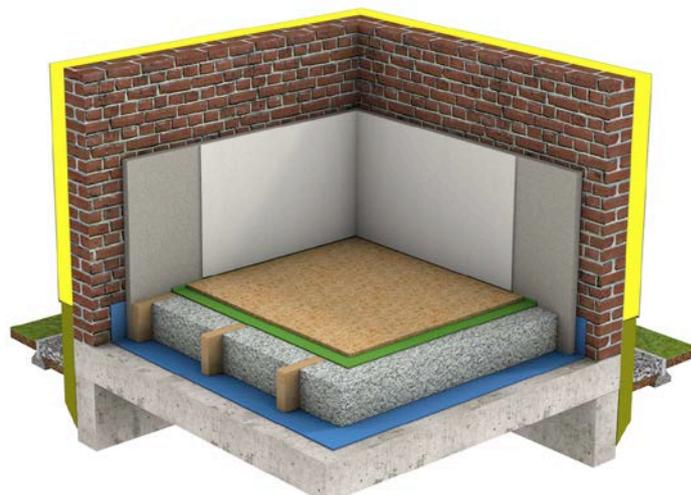

Fig. 2 Isolation au-dessus d'un vide ventilé (vue 3D).
- si l'isolation est mise en œuvre au-dessus d'un vide ventilé inaccessible (voir figure 2), il convient de réisoler depuis l'intérieur sur une hauteur suffisante pour obtenir un chemin de moindre résistance thermique de plus de 1 mètre. Une des solutions pour diminuer les risques de condensation et de déperdition thermique consiste à utiliser un doublage intérieur avec un enduit régulant l'humidité (paroi à base de chaux et de chanvre de 6 à 7 cm d'épaisseur, p. ex.).